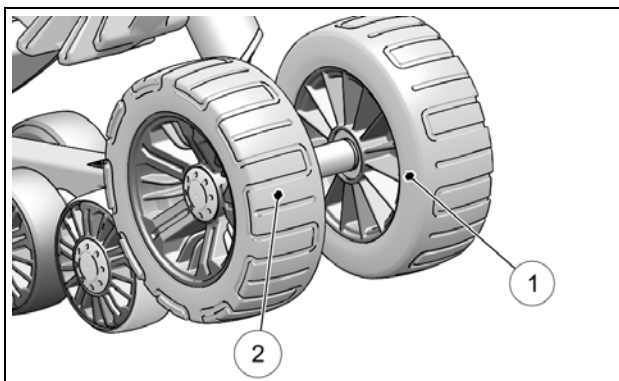

Figure 35
Vérifier l'usure des roues d'uréthane sur la bande de contact intérieure (1) et entre les profils des crampons (2). Si la bande est usée ou perforée ou le pneu est craquelé entre les profils, remplacer la roue. Elle n'offre plus un support adéquat à la chenille et les guides peuvent s'user prématurément. Voir la Figure 35.